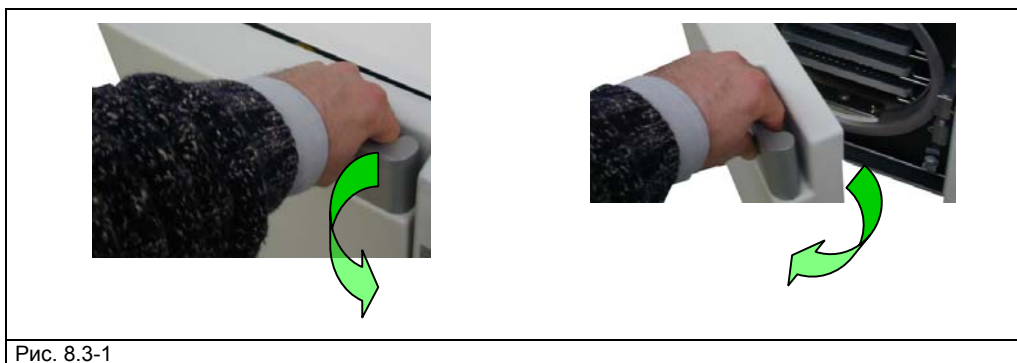

Рис. 8.3-1
1. Включите аппарат при помощи кнопки POWER (10 Рис. 7.1-1) и откройте дверь (Рис. 8.3-1).